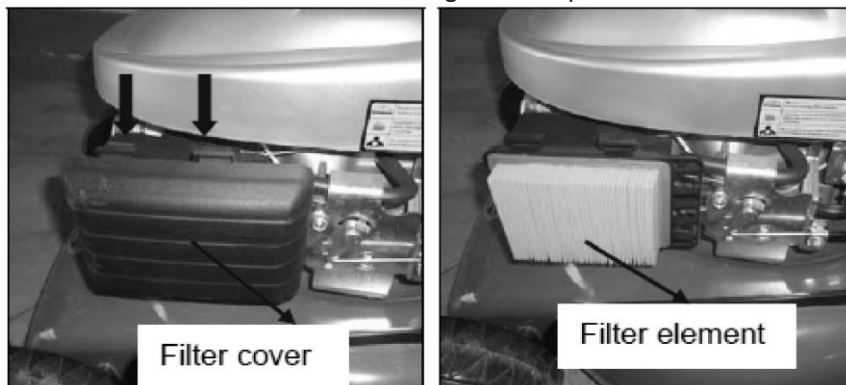

Fig.13A Fig.13B
1. Pressionar para baixo na direcção das duas abas na parte superior da cobertura do filtro. (Fig. 13A)